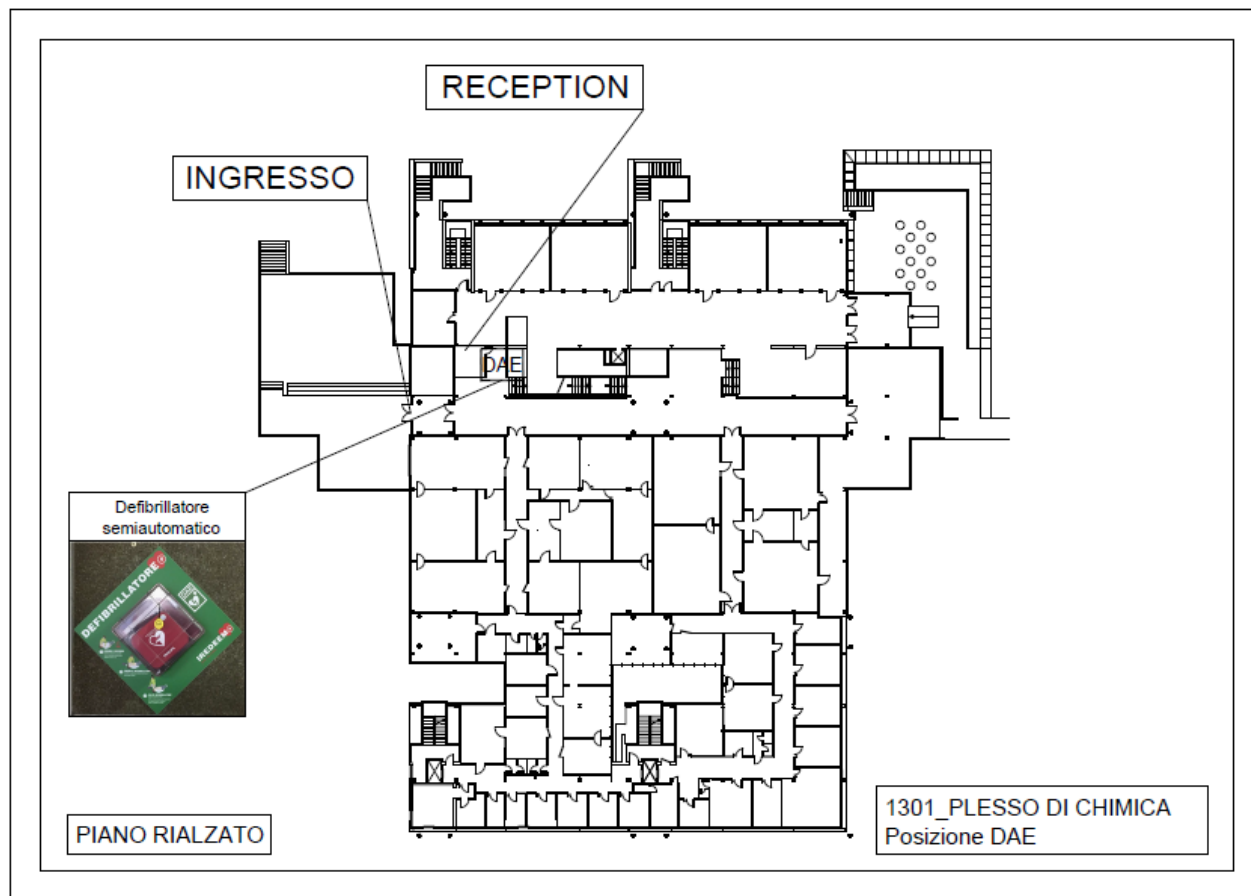

Figura 6. Ubicazione defibrillatore semiautomatico – Stralcio delle planimetrie di emergenza.
- Effettuano la chiamata ai **Vigili del Fuoco (115)** e se necessario effettua la chiamata **all'autoambulanza (118)**;
- Si assicura che uno degli addetti alla lotta antincendio o primo soccorso uscendo dai locali prenda con se il defibrillatore semiautomatico (vedi p.to 5 - Figura 6) portandolo all'esterno;